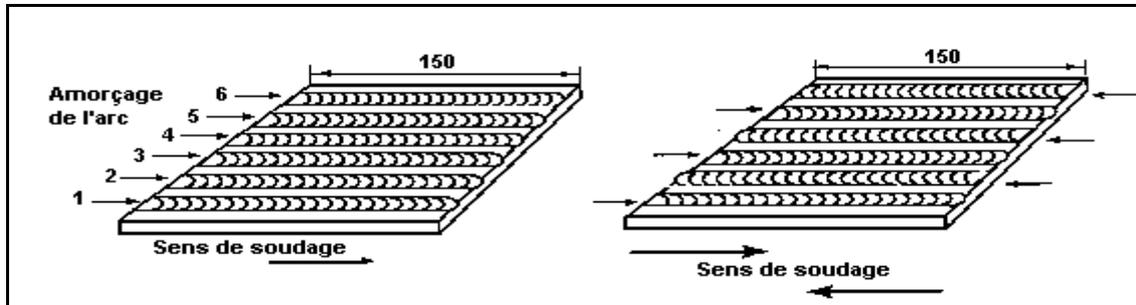

Figure.5.15
- 13 - Laissez refroidir le cordon de soudure. Piquez et brossez la soudure pour enlever le laitier (Figure.5.15).